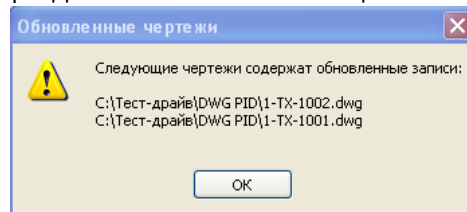

Рис. 27
- Дождитесь появления сообщения об обновлении чертежей и нажмите **ОК** (Рис. 27).